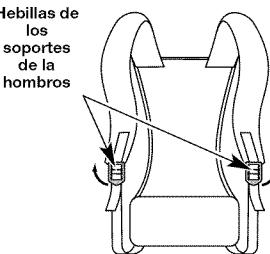

Fig. 13
1. Tirar hacia arriba las lengüetas inferiores de la hebilla de los soportes de la hombros para aflojar los soportes de los hombros (Fig. 13).